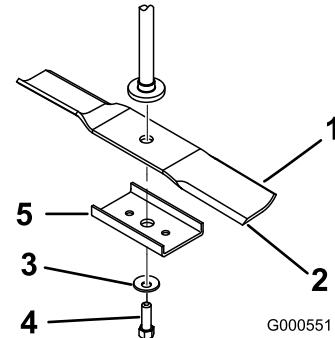

Figura 51
2. Retire del eje el perno de la cuchilla, la arandela curva y la cuchilla (Figura 51).
- ## 1. Instale la cuchilla en el eje (Figura 51).
- Instale la arandela curva (con la copa hacia la cuchilla) y el perno de la cuchilla (Figura 51).